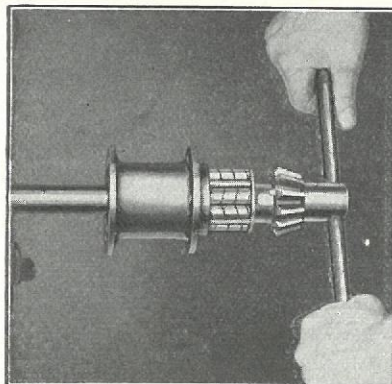

Fig. 345
- 590** Undersøg om Spidshjulets Kilegang og Tænder er slidt. Hvis Tænderne eller Kilegangen er slidt ud, indsættes et nyt Spidshjul. Ved Paasætningen af Spidshjulet indsættes dette paa Kardanakslens koniske Ende, idet det paases, at Kilegangen i Hjulet kommer lige ud for Kilen i Akslen. Spidshjulet presses saa paa Kardanakslen ved at skrue Kardan-Kronemøtrikken paa og spænde den haardt til mod Spidshjulet (Fig. 345). Møtrikken sikres med en Split. Naar Spidshjulet er paasat, anbringes Kardanakslen i Kardanrøret.